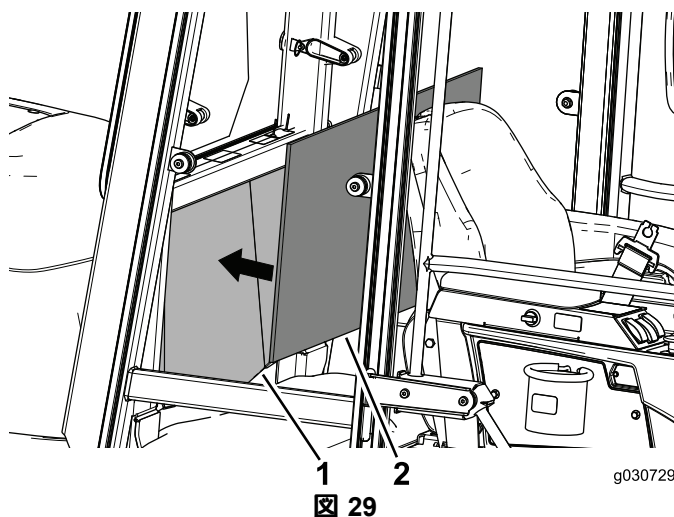

図 29
2. 内装パネルを、キャブ内部のバックパネルの中央に合わせて、取付位置を確認する 図 29。